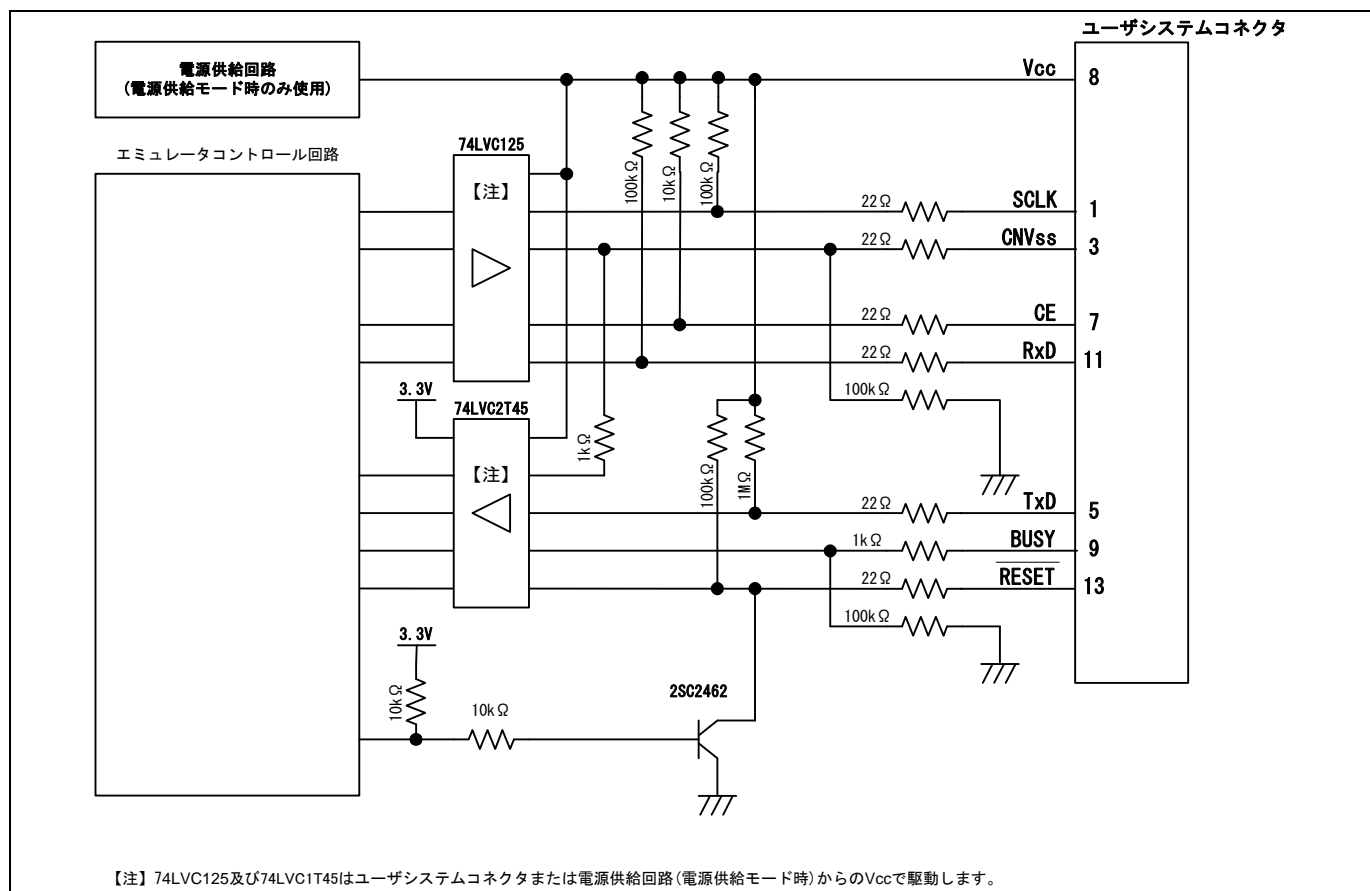

図5.6 E8a エミュレータ内インタフェース回路 (参考)
E8aエミュレータ動作中にP64はHiz状態になることがあります。そのため、抵抗値に関しては、E8aエミュレータ内部抵抗(図5.6)との分圧により、中間電位にならない値で端子処理をしてください。
E8aエミュレータ動作中にP15はHiz状態になることがあります。そのため、抵抗値に関しては、E8aエミュレータ内部抵抗(図5.6)との分圧により、中間電位にならない値で端子処理をしてください。
9. 図5.6にE8aエミュレータ内インタフェース回路を示します。プルアップ抵抗の値などを決定するときに参考にしてください。